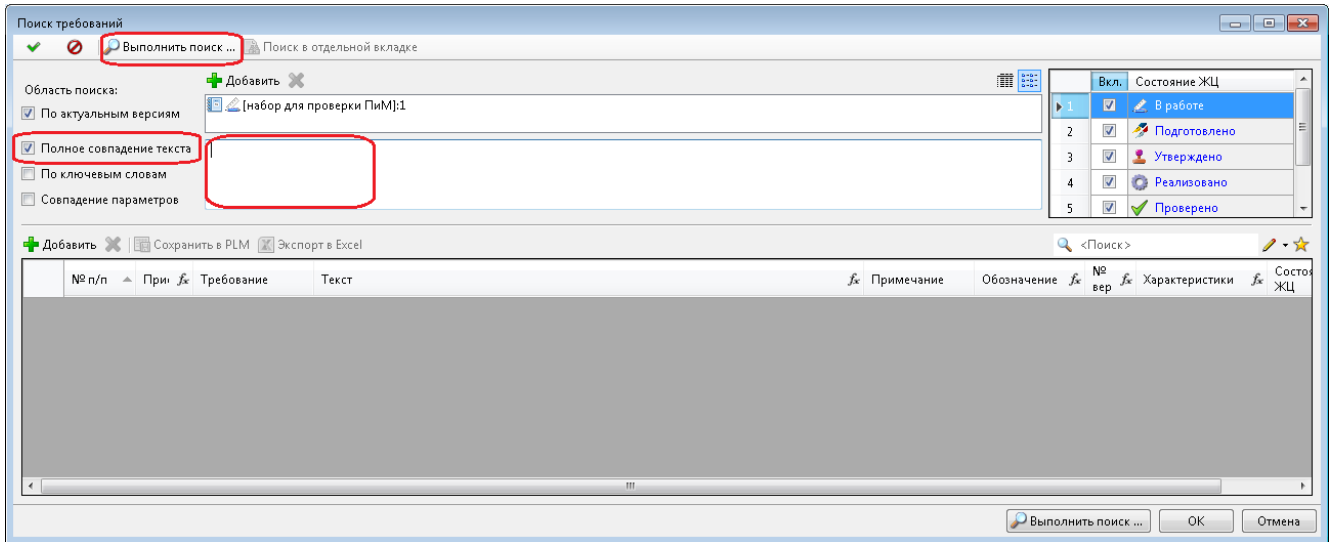

Рисунок 59 — Окно поиска дубликатов в контейнере требований
- нажать «Выполнить поиск» (Рисунок 59).